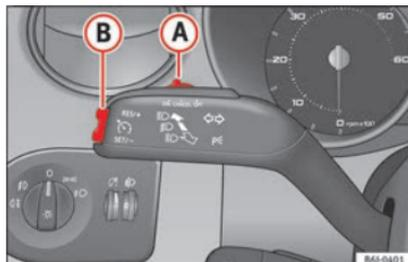

Fig. 148 Palanca de intermitentes y de luz de carretera: mando y tecla basculante para el regulador de velocidad.
la parte inferior de la tecla basculante **SET** **»» fig. 148 B** una vez.
- Presione la parte superior de la tecla basculante **RES** **»» fig. 148 B** para aumentar la velocidad. El vehículo acelerará mientras mantenga la tecla presionada. Al soltar la tecla quedará memorizada la nueva velocidad.
- Presione la parte inferior de la tecla basculante **SET-** **»» fig. 148 B** para reducir la velocidad. El vehículo reducirá la velocidad desacelerando automáticamente mientras mantenga la tecla presionada. Al soltar la tecla quedará memorizada la nueva velocidad.
Si se reduce la velocidad programada pisando el pedal del freno, se desactiva el regulador de velocidad. Si quiere activar de nuevo el regulador, bastará con presionar una vez la parte superior de la tecla basculante **RES+** » **fig. 148 B**.